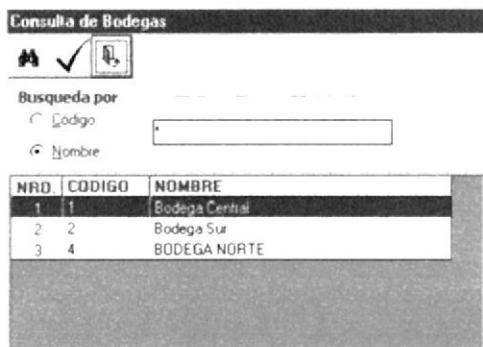

Figura 8.15 Pantalla de Ayuda de Bodega
5. Ingrese el Código de la Bodega donde se ingreso la Compra, si no sabe el código que desea ingresar puede pulsar la tecla <F5> situándose en el campo de ingreso del código para llamar a la ventana de ayuda de la figura 8.15 y escoja la bodega deseada.